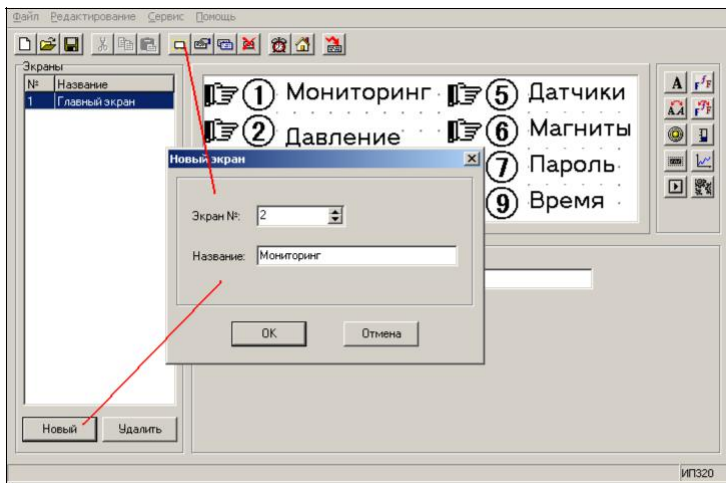

Рис. 7.4. Параметры экрана «Мониторинг» (№2)
9. Нажать кнопку «Новый» (  ) панели инструментов или кнопку «Новый» области «Экраны». В открывшемся окне «Новый экран» задаем название «Мониторинг» и №2, см. рис. 7.4.